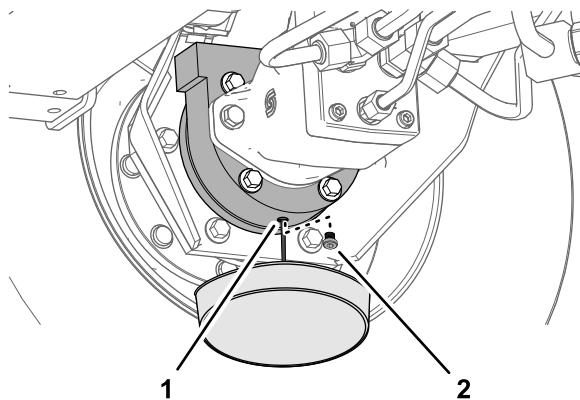

图 68
6. 将放油盘放在制动器箱下面取出排油塞让油完全排出图 68。